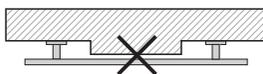

Рис. 7
5.8. Запрещается устанавливать дизайн-радиатор так, чтобы уменьшалось расстояние зазора между нагревательной панелью и стеной (рис. 7).